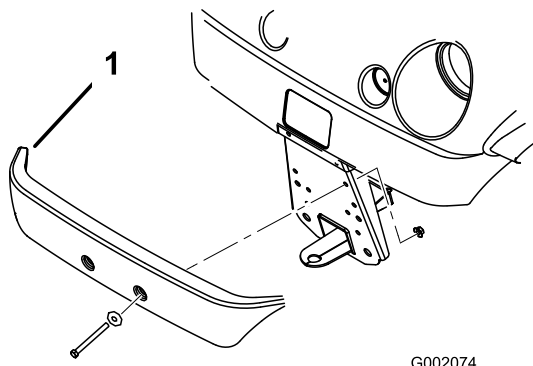

Figura 6
2. Allineate i fori di montaggio e fissate il paraurti al telaio utilizzando i dispositivi di fissaggio tolti in precedenza (Figura 6).